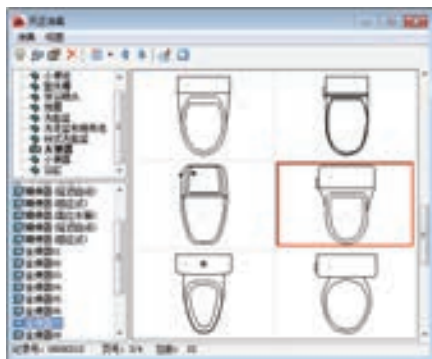

图 13-36 选择洁具图形
4) 按〈Enter〉键, 在打开的“天正洁具”窗口中选择坐便器图形, 如图 13-36 所示。